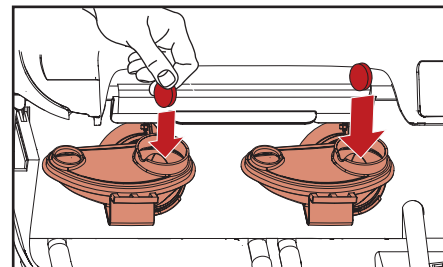

Fig. 5.6 - Indsæt Rinza rensetabletter
4. Indsæt en Rinza rensetablet i begge blandingsskåle (fig. 5.6).
- Indsæt en Rinza rensetablet i begge blandingsskåle (fig. 5.6).